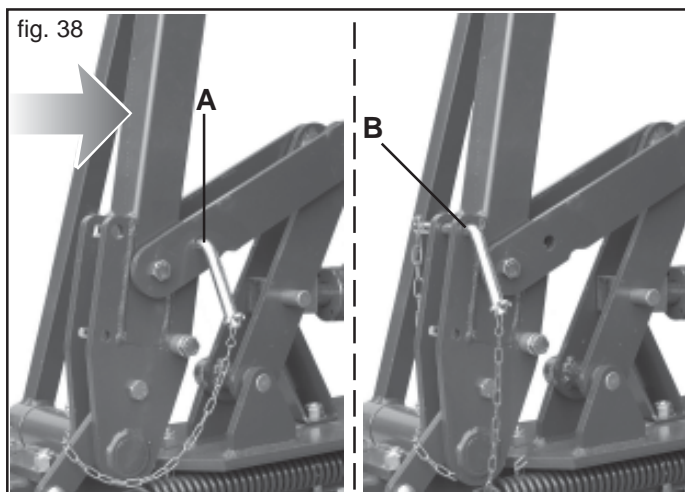

fig. 38
Before operating the hydraulic system of the row marker, apply light pressure with your hand on the row marker arm in the direction of the arrow (Fig. 38), unhook the safety devices on both the arms (A Fig. 38), and then position them as shown in Figure 38 (B). For travel on the road, lock the row marker arms in a vertical position with the safety devices (A Fig. 38).
- Die Sicherheitsvorrichtungen (Abb. 38) lösen und die Spurreißerarme von Hand öffnen, bis sie auf dem Boden aufliegen.